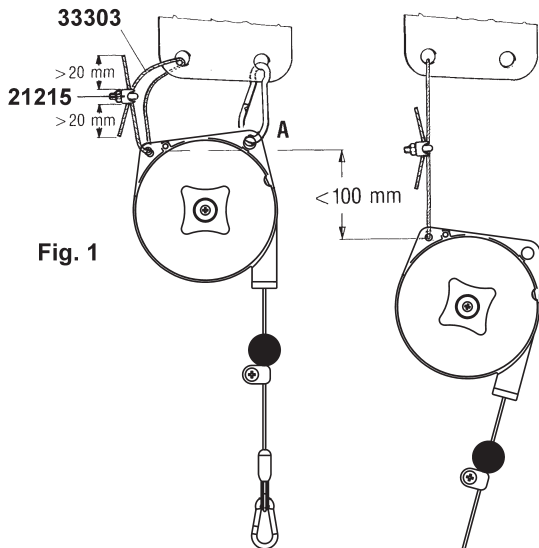

Fig. 1
Устройство (S) для страховочного подвеса балансира всегда следует закреплять к кронштейну/консоли правильно выбранных размеров, используя только стандартные крепежные приспособления (Рис. 1), которые входят в комплект поставки изделия.
Страховочный подвес НЕ ДОЛЖЕН БЫТЬ закреплен на один и тот же кронштейн/консоль, что и основной подвес балансира (A) (Рис. 1). На случай поломки основного подвеса необходимо оставить дополнительный запас хода троса не более 100 мм. Затяните гайки зажимов 21215 (Рис. 1) с моментом затяжки 2 Нм.
Правила эксплуатации балансира предписывают проведение периодического контроля (например, раз в рабочую смену) состояния верхних устройств для подвески (А) и (5) (Рис. 1), крепежных винтов, самоблокирующихся устройств (если таковые используются), а также состояние крюков и троса.